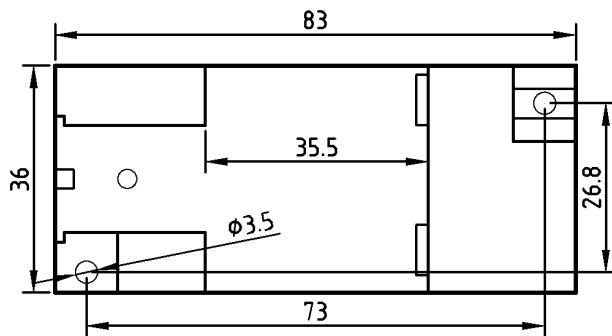

图5 安装尺寸图
产品采用 DIN35 导轨式安装或螺钉固定安装, 其安装尺寸如图 5 所示。
- ① 把变送器固定卡槽一侧勾在安装导轨上;
- ② 向下牵动弹簧销;
- ③ 使变送器卡口套在安装导轨上;
- ④ 松开弹簧销, 变送器卡在安装导轨上。
- ① 按图 5 所示的螺孔位置在固定板上打直径为 4mm 孔;
- ② 使用小于 $\Phi 3.5$ 的螺钉插入孔中固定。